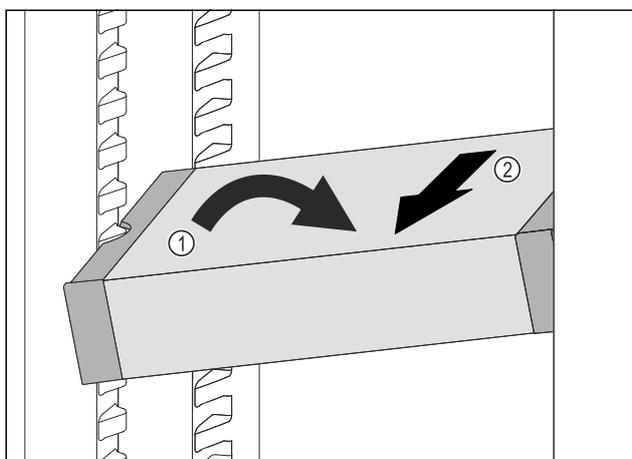

Fig. 81
- ▶ VarioSafe postavte v chladničke šikmo. Fig. 81 (1)
- ▶ VarioSafe vyberte dopredu. Fig. 81 (2)